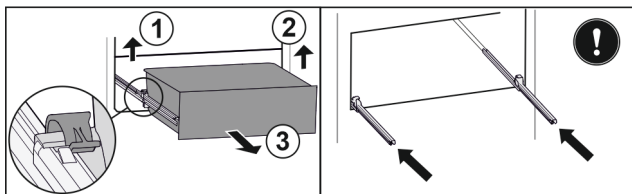

Fig. 191
- Soulever la bride gauche et tirer dans le même temps la partie gauche du tiroir vers l'avant. Fig. 191 (1)
- Soulever la bride droite et tirer dans le même temps la partie droite du tiroir vers l'avant. Fig. 191 (2)
- Retirer le tiroir par l'avant. Fig. 191 (3)